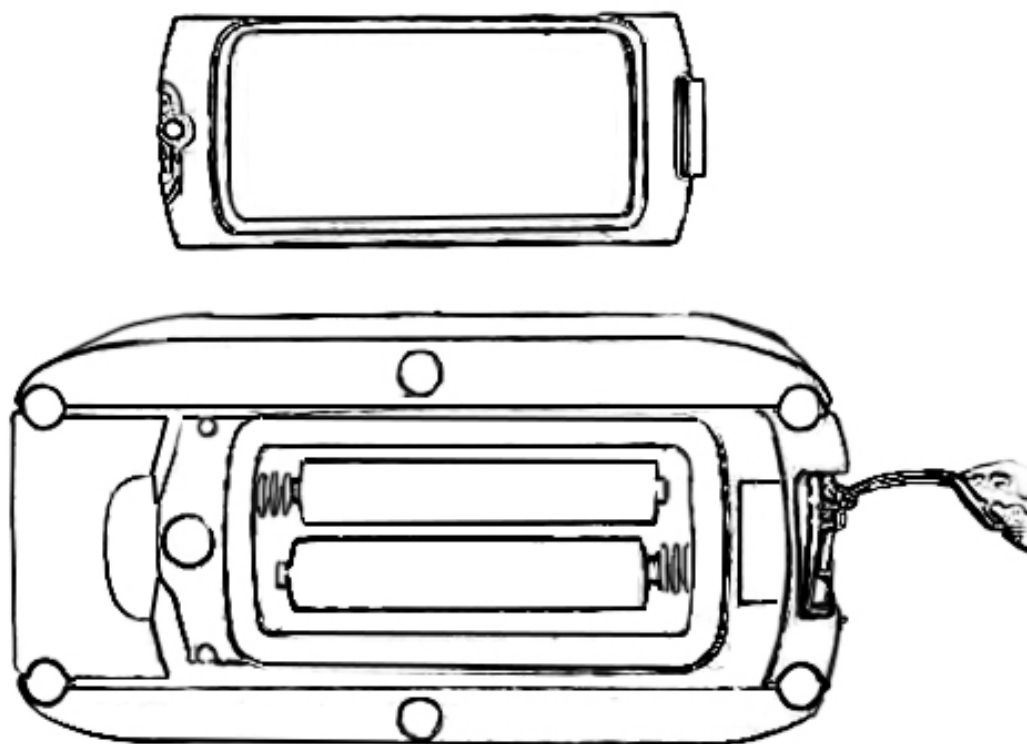

図 9-蓋を外したところ
- 重 要** ・電池の方向は図 9 のように挿入してください。逆さまに挿入してもユニットが故障することはありませんが、動作しません。